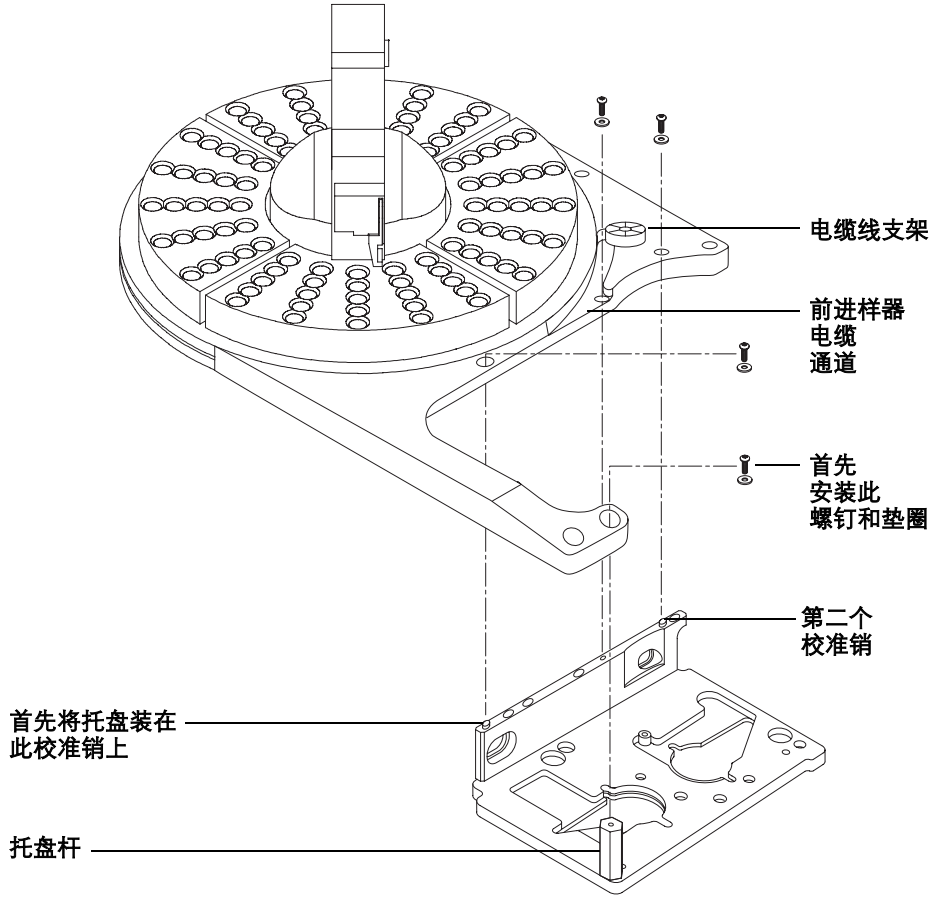

图 8 安装托盘
- 4 将托盘杆装入支架右前角的孔里（您面对着柱箱）（图 8）。
前面的位置 转动进样器，使转动架对着 GC 前面。降低进样器，直到底座上的校准销插入进样口盖的校准孔中。如果使用 G2916A 托盘，将进样器电缆通过托盘前面的通道绕到右侧，位于电缆线支架下方（请参阅图 8）。如果使用 G2614A 托盘，则将电缆绕到右侧，位于电缆导杆下方。